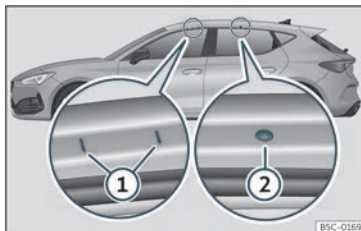

Fig. 135 Punti di fissaggio delle barre longitudinali per il portapacchi sul tetto (Leon).
I punti di fissaggio anteriori e posteriori ① e ② sono visibili soltanto se le porte sono aperte >>> **fig. 135**.